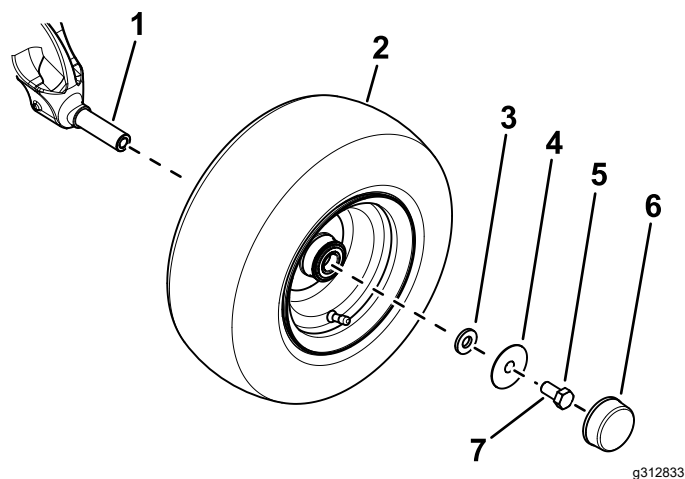

Figura 3
- B. Utilizați o aibă mică, aibă mare, urub ($\frac{5}{8} \times 1\frac{1}{4}$ ") și pentru a fixa roata la ax (Figura 3).
D. Montați capacul anti-praf la roată (Figura 3).